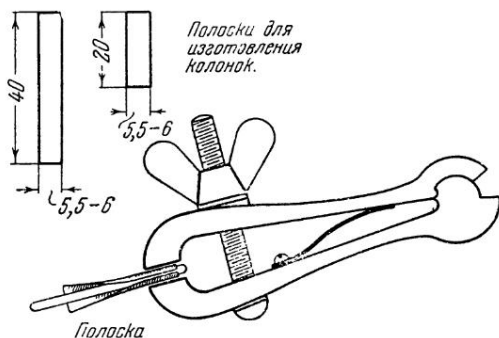

Рис. 2. Изготовление колонок
2. Из листового алюминия, латуни или мягкой стали толщиной 0,8—1,0 мм изготавливают четыре колонки (рис. 2). Две из них длиной по 20 мм и две — по 40 мм.